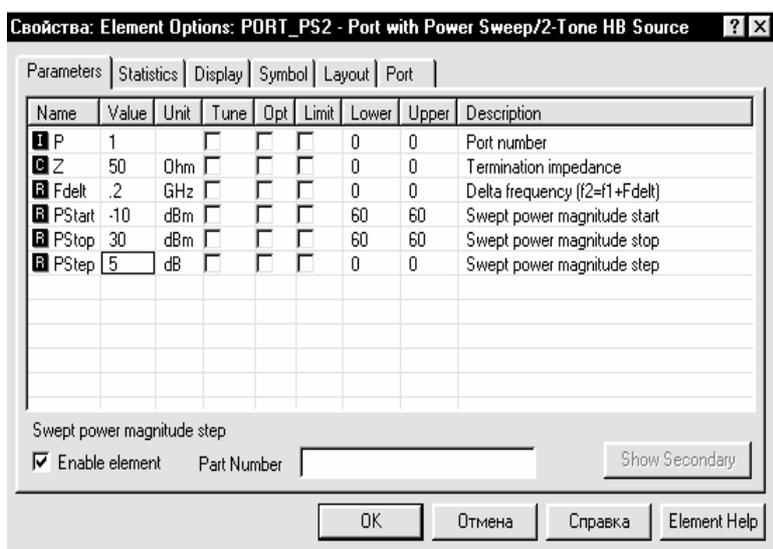

Рис. 3.27
- окна и установите значения полей **Value** (Значение), как показано на рис. 3.27. Затем нажмите **ОК**.